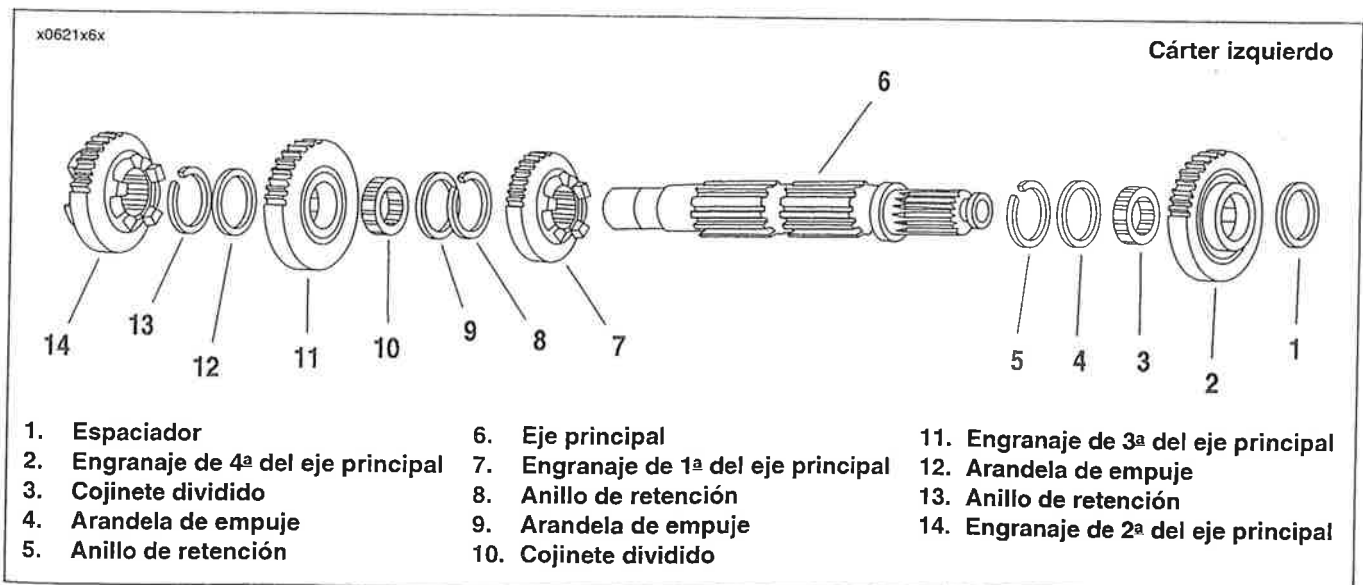

Figura 6-42. Conjunto del eje principal de la transmisión cuando ha sido extraído del cárter izquierdo/desarmado
1. Vea la Figura 6-42. Quite el engranaje de 2ª del eje principal (14) del eje principal.
2. Quite el espaciador (1), engranaje de 4ª del eje principal (2), cojinete dividido (3) y arandela de empuje (4) el extremo con rosca del eje principal (6).
3. En el eje principal entre el engranaje de 1ª del eje principal (7) y engranaje de 3ª del eje principal (11), use ALICATES PARA ANILLOS DE RETENCIÓN (pieza N° J-5586) para expandir el anillo de retención (8) y mover al lado del engranaje de 1ª del eje principal junto con la arandela de empuje (9).
- b. Expande el anillo de retención (13) en el lado opuesto del engranaje de 3ª del eje principal y deslícelo fuera del extremo del eje principal con la arandela de empuje (12).
- c. Quite el engranaje de 3ª del eje principal y su cojinete dividido (10).
4. Deslice la arandela de empuje (9) fuera del extremo del eje principal.
5. Expande el anillo de retención (8), que está junto al engranaje de 1ª del eje principal y deslícelo fuera del extremo del eje.
7. Expande y quite el anillo de retención (5).